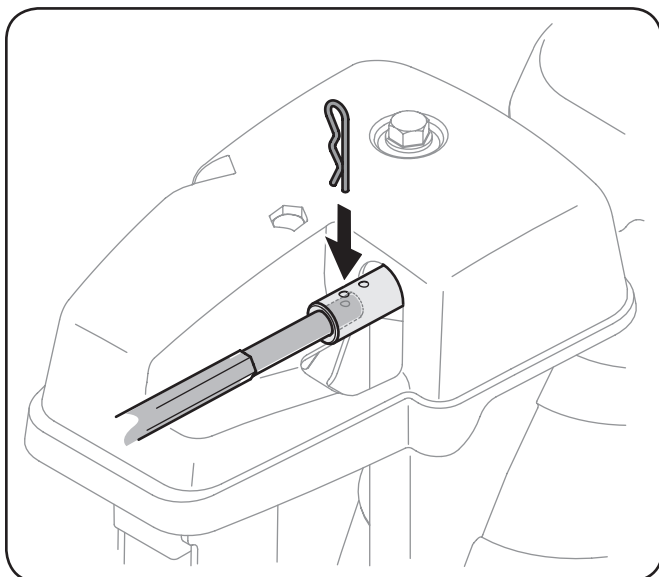

Figure 6-11
1. Retirez la goupille fendue du trou le plus proche de la goulotte d'éjection. Voir Figure 6-11.
3. Insérez la goupille fendue dans ce trou et dans la tige de commande. Voir Figure 6-11.